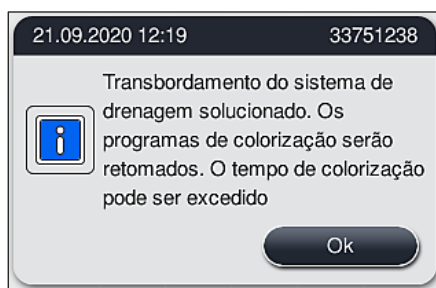

Fig. 121
- ✓ Se os drenos de água estiver bloqueados, outra mensagem na tela (→ "Fig. 121") informa o usuário que os programas de coloração podem ser continuados. Pressione **Ok** (→ "Fig. 121") para continuar.
1. Se outras tentativas de limpeza forem bem-sucedidas e o bloqueio foi removido, o nível da água caia abaixo do nível crítico. Uma mensagem na tela (→ "Fig. 121") informa o usuário que os programas de coloração podem ser continuados. Pressione **Ok** (→ "Fig. 121") para continuar. A capacidade de inicializar os programas é exibida e os programas no processo continuam automaticamente.